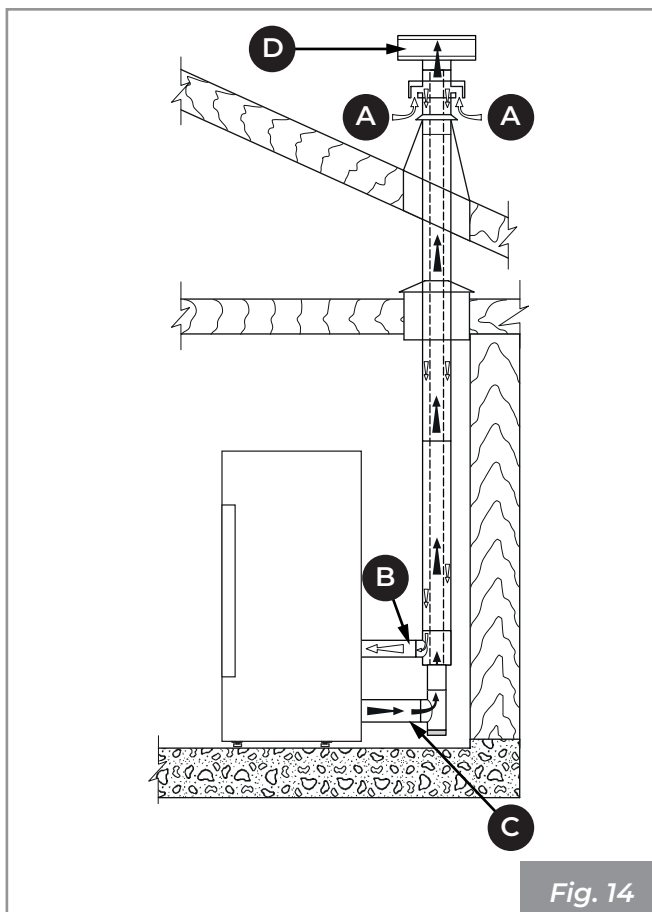
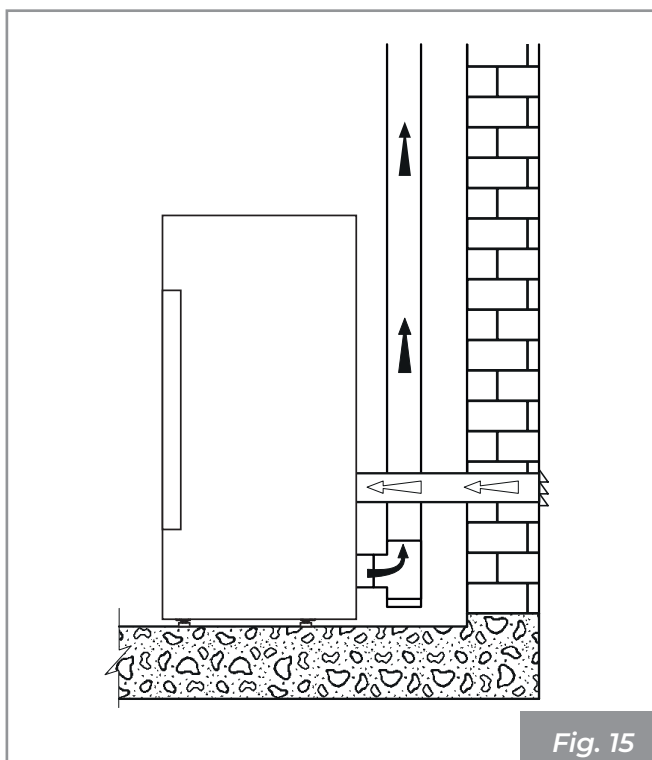

Fig. 14
Fig. 15
- provenire direttamente dall'esterno con collegamento diretto alla camera di combustione (**Fig. 14 - Fig. 15**).
- canalizzare l'aria comburente sfruttando un tubo di scarico coassiale per l'espulsione dei fumi e il prelievamento dell'aria (**Fig. 14 - A, B** = Ingresso aria, **C, D** = Uscita fumi); pertanto non è necessario fare una classica presa d'aria nel locale.
- collegare l'ingresso dell'aria comburente dell'apparecchio alla presa d'aria con un apposito condotto (**Fig. 15**).